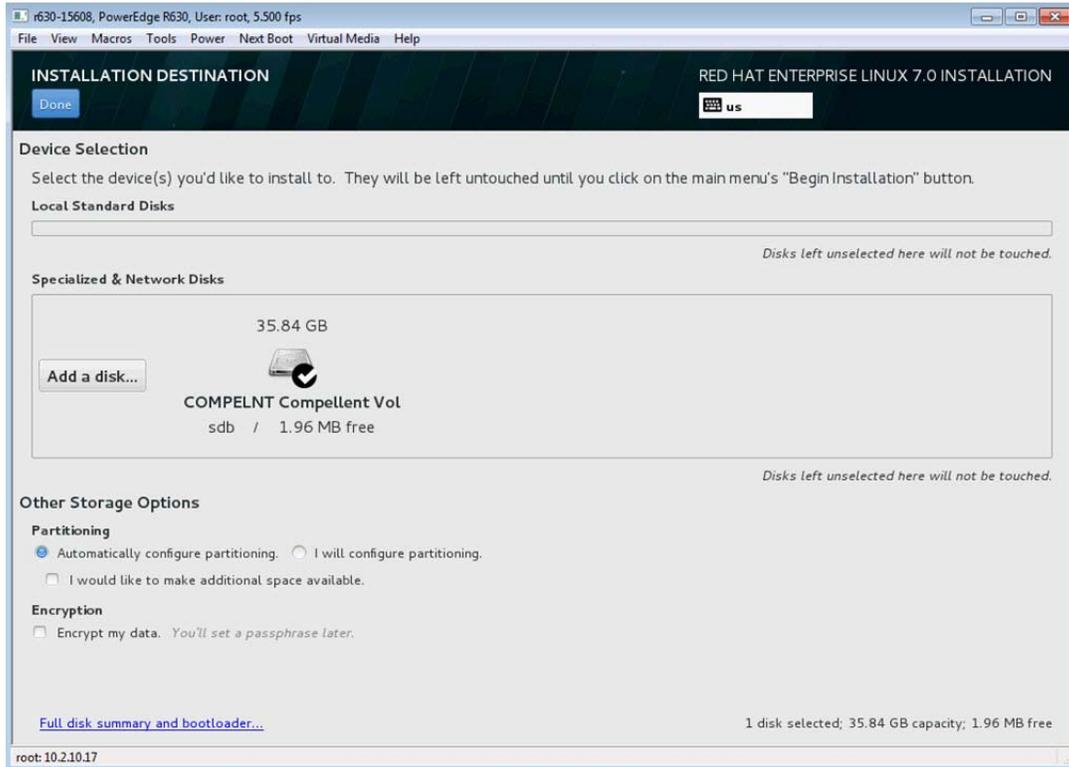

Ilustración 14-30. Selección de opciones de particionamiento
12. En la ventana Installation Destination (Destino de instalación) (Ilustración 14-30), en **Other Storage Options** (Otras opciones de almacenamiento), seleccione sus opciones de **Partitioning** (Particionamiento) y, a continuación, haga clic en **Done** (Finalizado).